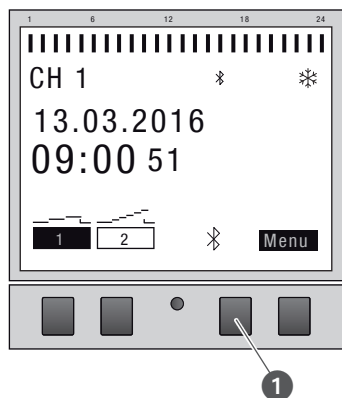

Bild 27: Starta Bluetooth-anslutning på kopplingsuret
1. Tryck på Bluetooth-knappen (Bild 27/1) på kopplingsuret.